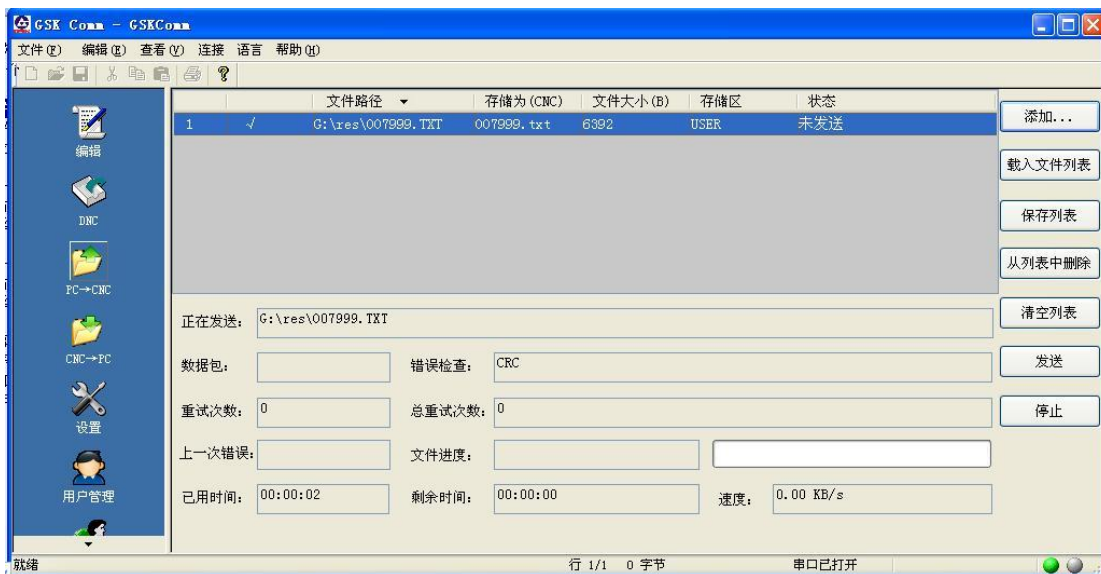

图 11-2-2-7
6、发送文件完成后，对话框状态栏显示“已发送”。如图 11-2-2-8 所示。